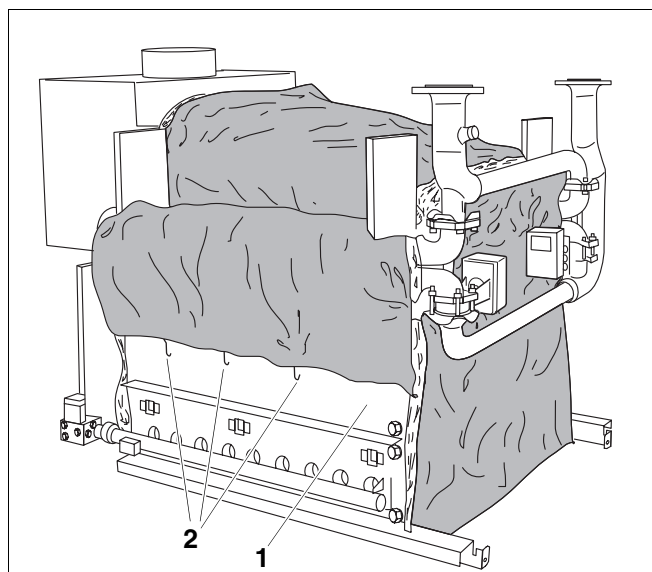

Рис. 50 Собранная теплоизоляция
- Уложить нижнюю часть боковой теплоизоляции котлового блока (рис. 49, **поз. 2**) на крышку для чистки над газовой горелкой (рис. 50, **поз. 1**) и закрепить пружинными крюками (рис. 50, **поз. 2**), зацепив их за предусмотренные для этого отверстия в крышке.